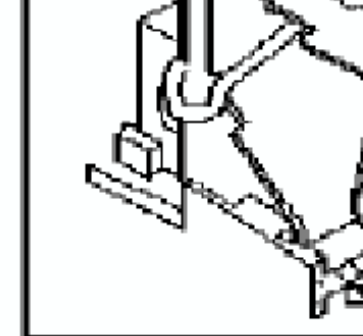

FIG. 2
D) THE MOLDED BASE (SEE FIG. 2).
LDEADA. (VER FIG. 2).